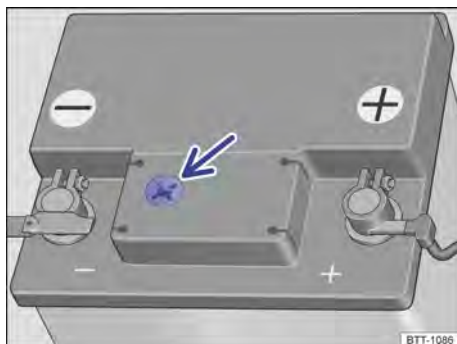

Fig. 154 En el compartimento del motor: ejemplo de posición del visor en el lado superior de la batería del vehículo.
- El visor redondo → fig. 154 en la parte superior de la batería del vehículo cambia de color dependiendo del nivel del electrolito.